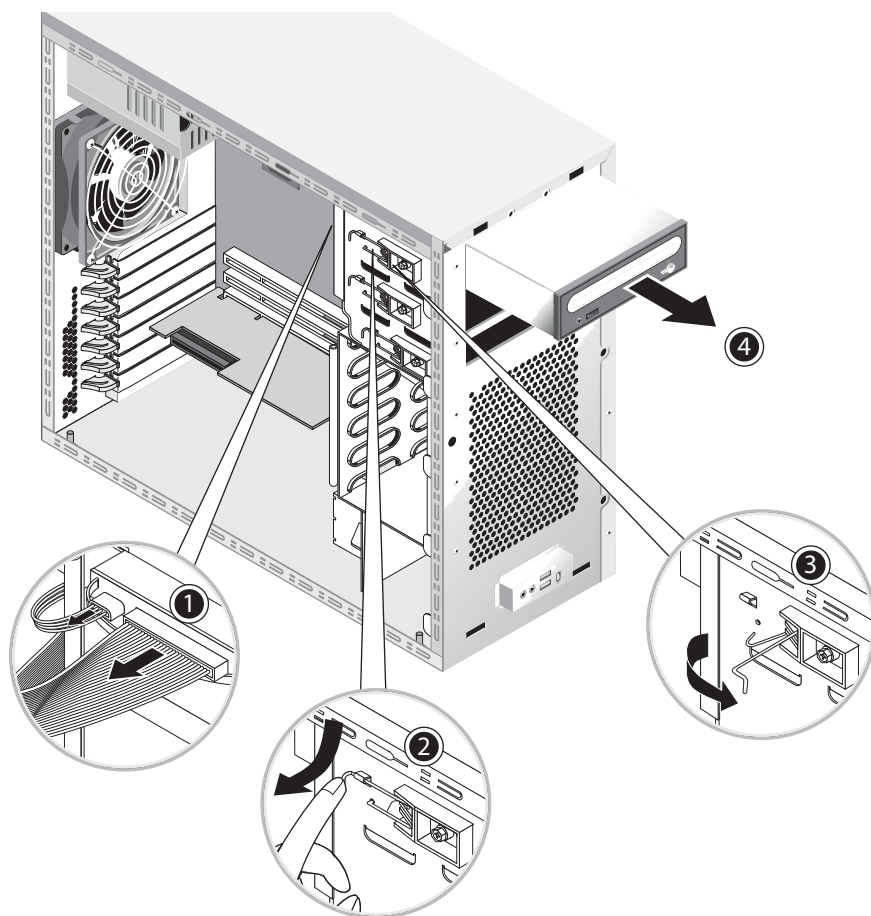

図 4-5 CD/DVD ドライブの取り外し
CD/DVD を取り外す手順を次に示します。この手順を実行するときは、図 4-5 をご参照ください。
**ご参考：** CD/DVD ドライブをドライブベイに再度取り付けるときは、ドライブケースの穴の位置と、ドライブ保持レバーのピンを外したシャーシの穴の位置とを合わせてください (図 4-5 を参照)。
システムには、出荷時に CD-RW/DVD-ROM ドライブが取り付けられています。CD-RW/DVD-ROM の下には、空の 5.25 インチハーフハイトベイがあり、ストレージデバイスを追加して取り付けられるようになっています。この手順を実行するときは、図 4-5 をご参照ください。
5. ドライブ保持レバーを内側に押し下げて、固定フックからレバーを外します (2)。
6. レバーのもう一方の端にあるピンが固定フックのそばにある穴から外れるまで、シャーシの前面に向かってレバーを回します (3)。